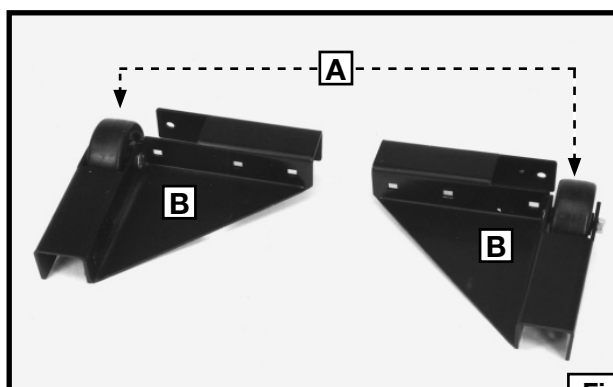

Fig. 4
2. Acople la rueda restante (A), Fig. 4, al otro soporte para esquina (B) de la misma forma.